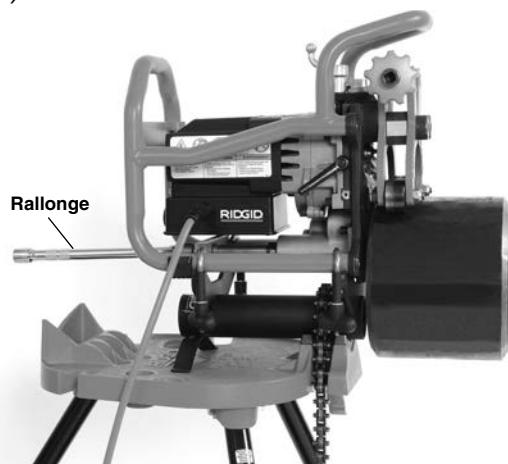

Figure 10 – Tuyau de moins de 12" de long et d'un poids inférieur à 50 livres sur machine fixe
8. Engagez la rallonge $\frac{1}{2}$ " de 10" fournie dans le carré de la machine à biseauter (*Figure 10*).
9. Lors du biseautage des tuyaux de moins de 12" (30 cm) de long et d'un poids inférieur à 50 livres (22 kg), il n'est pas nécessaire de prévoir de porte-tubes pour soutenir le tuyau tant que la machine à biseauter et l'étau portatif TRISTAND sont stables et bien arrimés. Le tuyau est positionné directement sur le galet d'entraînement et retenu par les galets de guidage (*Figure 10*).
Vérifiez la préparation et l'installation de la machine à biseauter, des porte-tubes et du tuyau (*se reporter aux Figures 10, 12 et 13*).